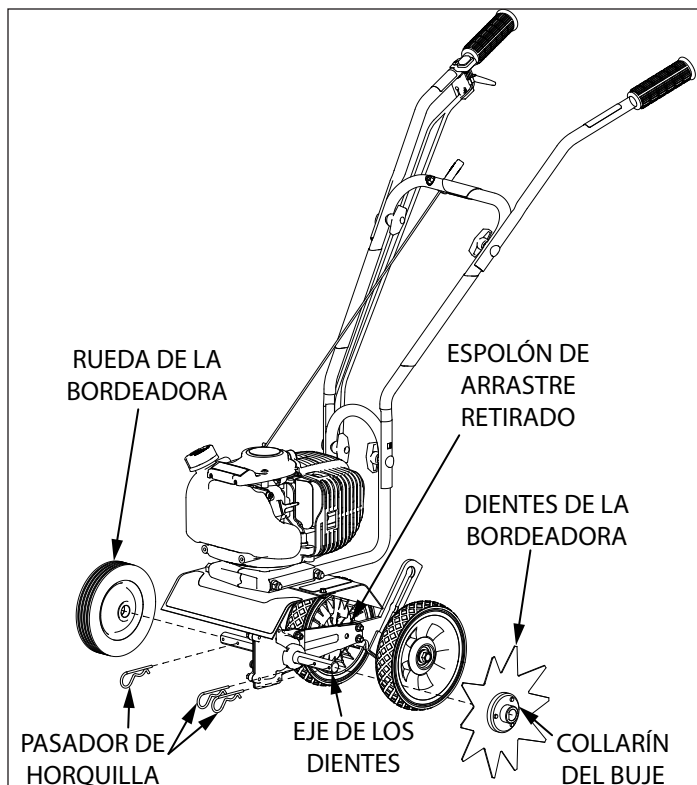

FIGURA 13
5. Almacene los dientes y guarde los (2) pasadores de horquilla; los usará en el kit de bordeadora.
6. Deslice los dientes de la bordeadora en cada extremo del eje de los dientes. Asegúrese de que el collarín del buje de la bordeadora esté orientado hacia afuera, alejado de la transmisión del cultivador. **CONSULTE LA FIGURA 13**
7. Tome los (2) pasadores de horquilla que guardó en el Paso 4 e insértelos a través de los orificios interiores y exteriores del eje de los dientes en cada extremo de los dientes de la bordeadora para fijar las cuchillas de los dientes en su lugar sobre el eje. **CONSULTE LA FIGURA 13**
9. Inserte el pasador de horquilla (1) restante, que viene con el kit, a través del orificio interior para fijar la rueda. **CONSULTE LA FIGURA 13**